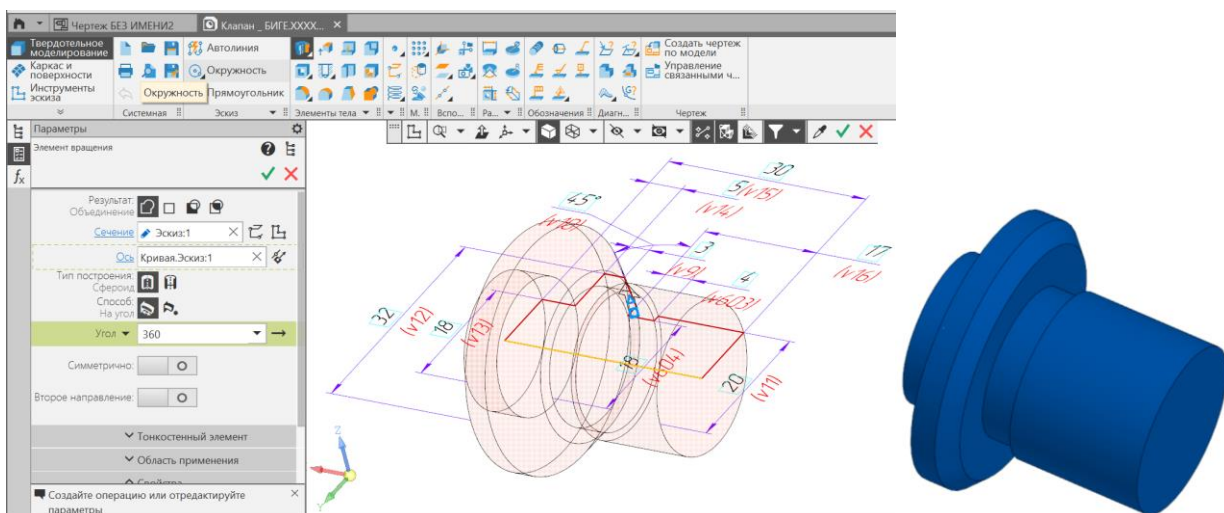

Рис. 3 Команда «Элемент вращения 1»
- **Твердотельное моделирование – Элементы тела – Элемент вращения.** Параметры команды Элемент вращения: результат – Объединение; сечение – Эскиз 1; ось вращения – Эскиз 1; угол поворота –  $360^0$  (рис. 3).